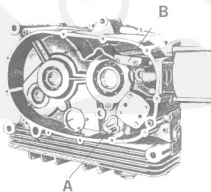

Fig. 21
- il perno di fermo preselettore (vedere A di fig. 21);
- la piastrina per olio distribuzione (vedere B di fig. 21);